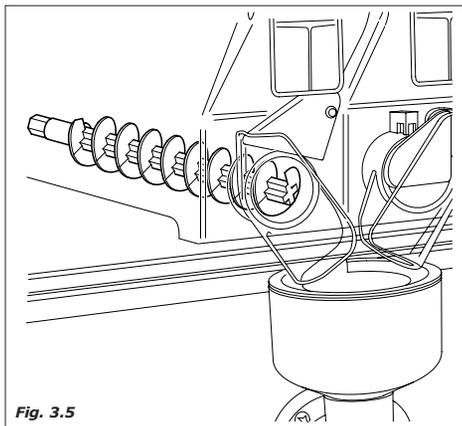

Fig. 3.5
- O motoredutor do produto solúvel ativa o caracol para vaziar a quantidade de produto selecionado no misturador (em algumas versões mais produtos podem acabar no misturador) (Fig.3.5)